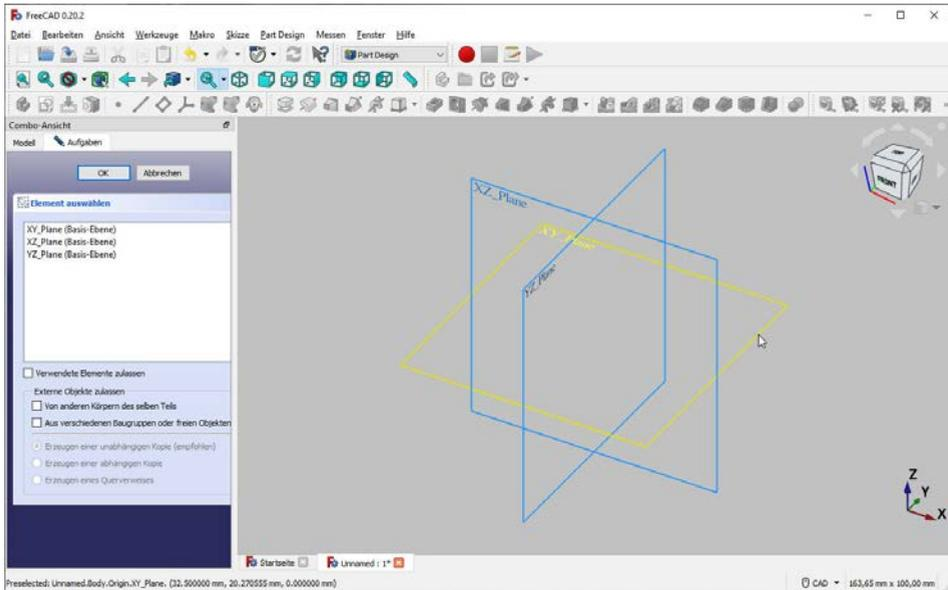

Abbildung 4.1: Wahl der Skizzier-Ebene
Im Arbeitsbereich *Sketcher* sind vor allem drei spezielle Werkzeugkästen wichtig. Das sind die Werkzeugkästen *Skizzengeometrien*, *Skizzen-Beschränkungen* und *Skizzen-Werkzeuge*. Zunächst geht es um den Werkzeugkasten *Skizzengeometrien* (siehe Abbildung 4.1). Im folgenden Abschnitt sind keine Beispielzeichnungen erforderlich.
4. In der *Combo-Ansicht* im Register *Aufgaben* steht jetzt der Eintrag *Skizze erstellen*. Klicken Sie diesen Eintrag an oder klicken Sie das Werkzeug *Skizze erstellen* im Werkzeugkasten *Part Design-Helfer* an. Wie schon aus dem letzten Kapitel bekannt, können Sie jetzt die Skizzier-Ebene wählen (siehe Abbildung 4.1). Klicken Sie die *XY-Ebene* an. Dann wird automatisch zum *Sketcher* gewechselt. Bestätigen Sie die Skizze mit *Schließen*.